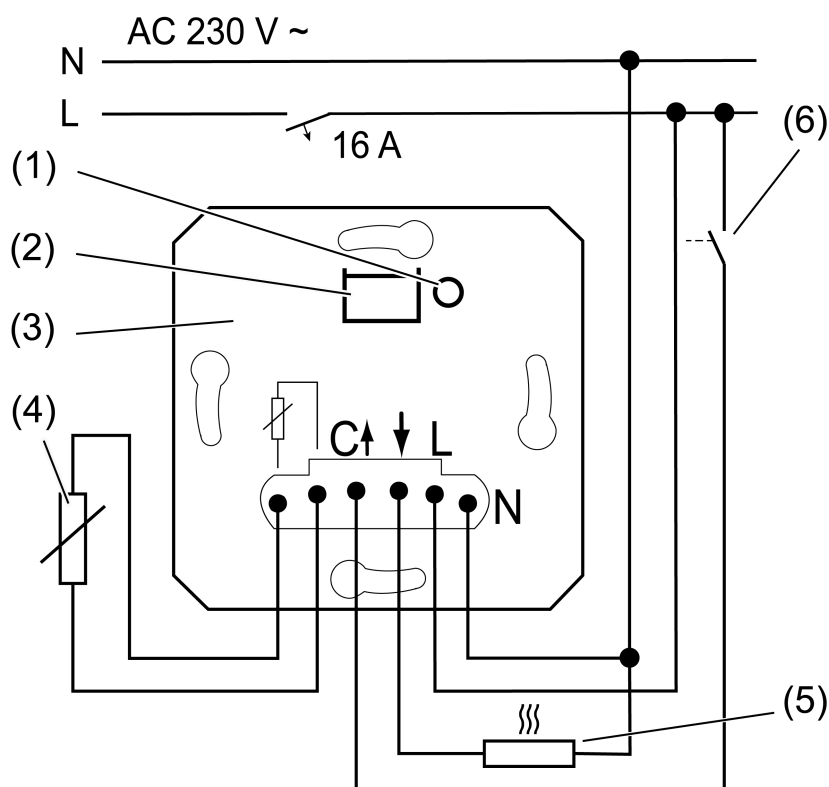

Figure 1: Exemple de raccordement du mécanisme
- (1) Bouton **TEST**
- (2) Interface d'enjoliveur avec LED
- (3) Mécanisme
- (4) Sonde à distance pour la mesure de température externe
- (5) Chauffage au sol électrique ou servomoteur électrothermique
- (6) Contact de commutation pour commutation en mode refroidissement (en option)
- Raccorder le mécanisme (3) conformément au schéma de raccordement (voir figure 1).
- Raccorder la sonde de température externe facultative (4) (Accessoires).
- i** En appuyant brièvement sur le bouton **TEST** (1), la charge peut être commutée. La LED (2) s'allume lorsque la charge est activée.